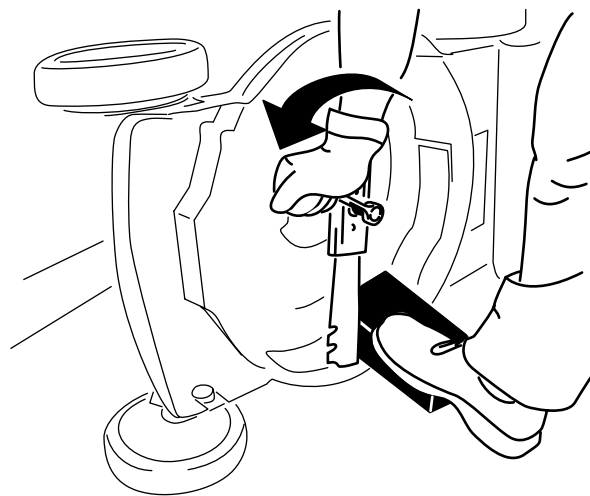

Figura 20
2. Utilice un bloque de madera para inmovilizar la cuchilla (Figura 20).
3. Retire la cuchilla, conservando todos los herrajes de montaje (Figura 20).